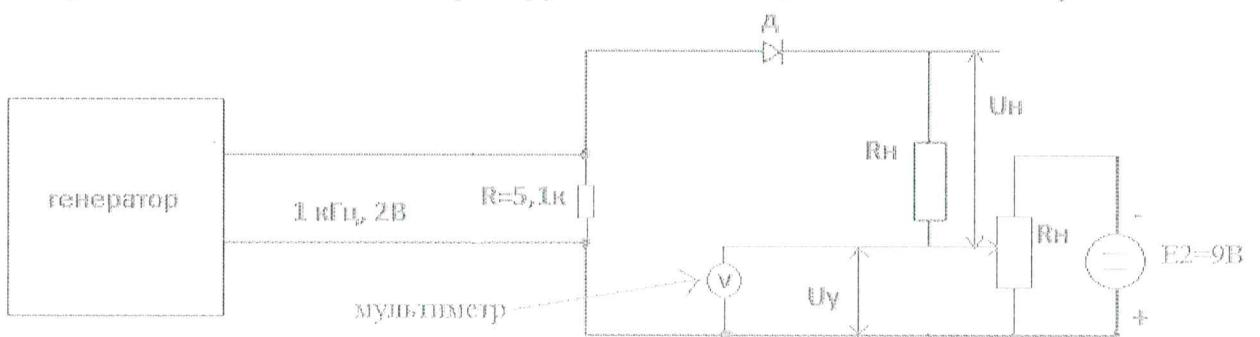

Рис. 4
2.6. Исходя из изменения параметров выходного сигнала генератора, изменить схему подключенного к генератору 4-полюсника, как показано на рис. 4.